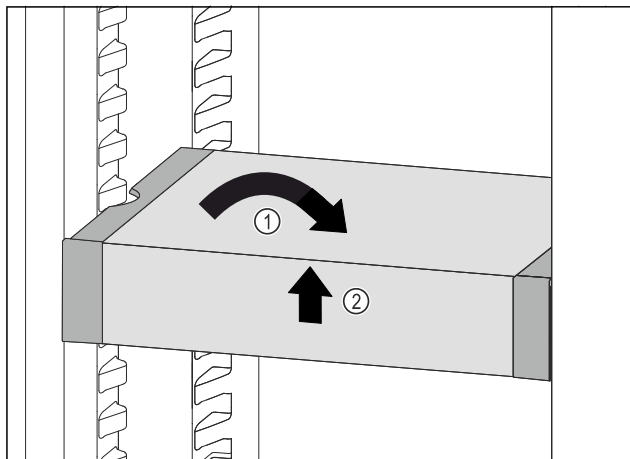

Fig. 88
- VarioSafe postavte rovno. Fig. 88 (1)
- VarioSafe nadvihnite vpredu. Fig. 88 (2)